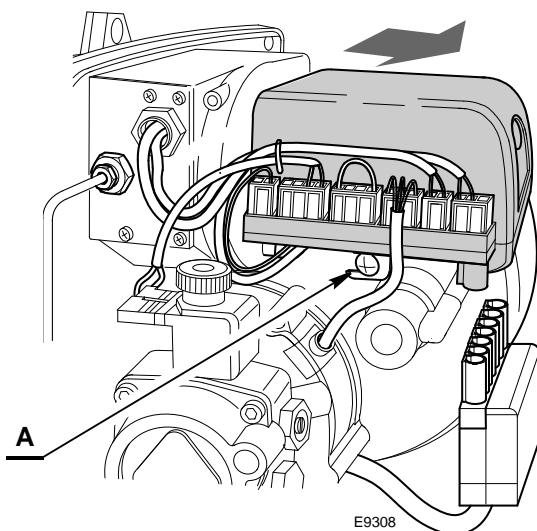

Fig. 14
En las instalaciones por depresión de dos tubos (Fig. 14) la tubería de retorno debe llegar a la misma altura que la de aspiración. En este caso no se necesita válvula de pie.
- aflojar el tornillo A) (Fig. 14) y tirar en el sentido de la flecha después de haber desconectado todos los componentes.